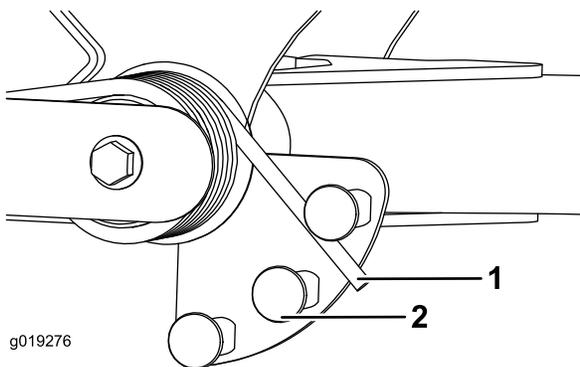

図 34
2. Spring の長い方の端部にチューブのようなものを取り付けて、Spring アクチュエータの周囲に巻きつけるようにして希望位置にセットする 図 34。